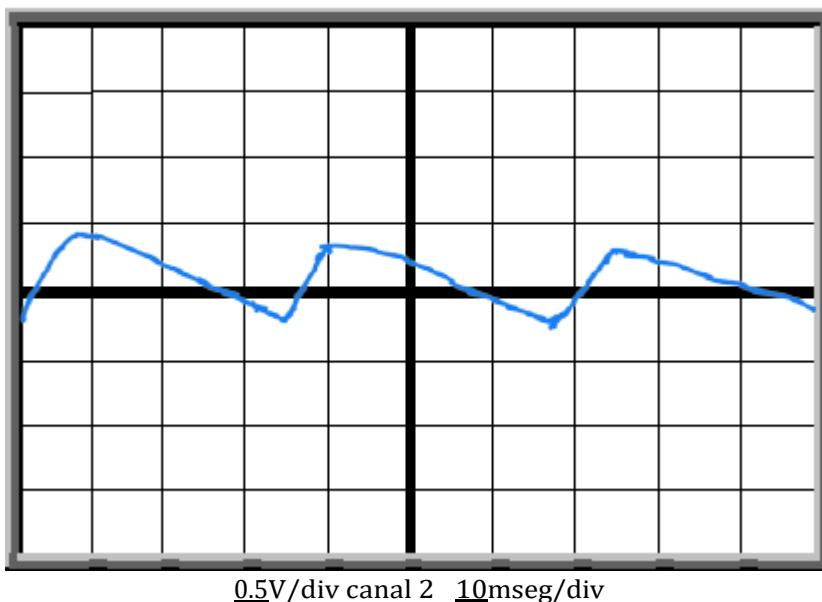

Fig. 1.5. Gráfica del voltaje de rizo del rectificador de media onda con filtro utilizando un capacitor de  $470 \mu\text{F}$ .
- c) Medir el voltaje de rizo del rectificador ( $\Delta V_0$ ), colocando el canal 2 del osciloscopio entre los nodos 2 y 0, el canal 2 debe de estar en el modo de CA. Graficar la señal obtenida del voltaje de rizo en la Fig. 1.5 y medir el valor del voltaje de rizo ( $\Delta V_0$ ), registrar el valor obtenido en la Tabla 1.4.